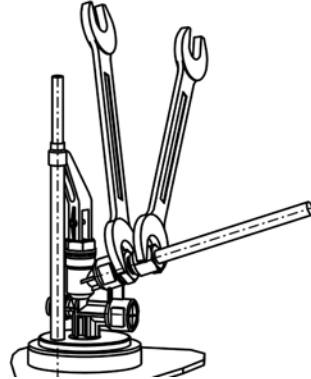

Bild 6: Mutter anziehen
5. Am Verschraubungskörper gegenhalten und Mutter anziehen (Bild 6).